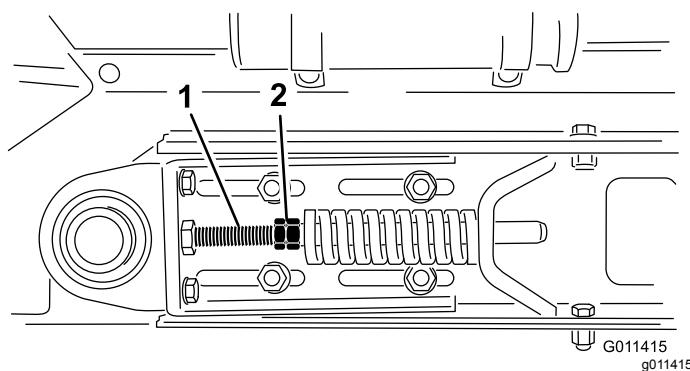

Figura 31
3. Desaperte as porcas e os parafusos na barra de tensão para libertar a tensão da mola (Figura 31).